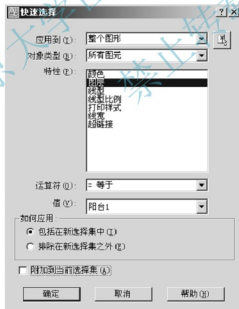

图 6.56 设置【快速选择】对话框
- (1) 将坐标系切换到【窗】坐标系。
- (2) 执行菜单栏中的【工具】|【快速选择】命令，打开【快速选择】对话框。
- (3) 按照图 6.56 所示设置【快速选择】对话框。